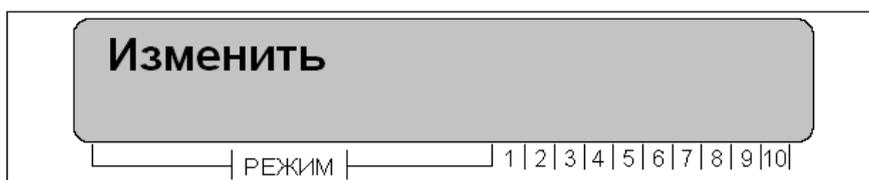

Рисунок 21
- нажмите клавишу «ВПЕРЕД», выберите пункт «Изменить», рисунок 21;